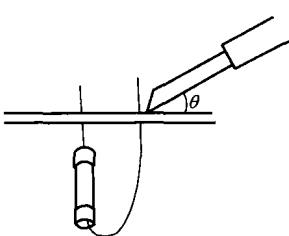

图 1-11 烙铁头刃口与印制电路板的角度
(1) 带锡焊接法。带锡焊接法是初学者最常使用的方法，在焊接前，将准备好的元器件插入印制电路板规定的位置，经检查无误后，在引线和印制电路板铜箔的连接处再涂上少量的焊剂，待电烙铁加热后，用烙铁头的刃口沾带上适量的焊锡，沾带的焊锡的多少，要根据焊点的大小而定。焊接时要注意烙铁头的刃口与焊接印制电路板的角度，如图 1-11 所示。